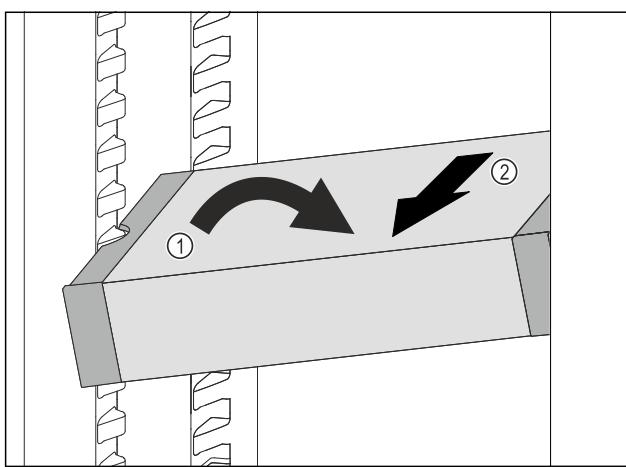

Fig. 57
- VarioSafe postavte v chladničce šikmo. Fig. 57 (1)
- VarioSafe odeberte směrem dopředu. Fig. 57 (2)